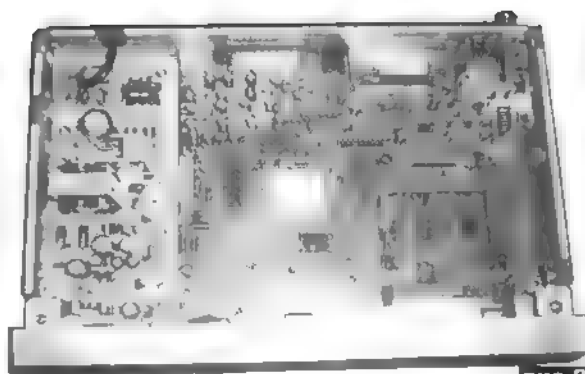

рис.3
1. **Визуальный осмотр (рис.3)** Необходимо проверить правильность крепления печатных плат, контактных соединений, отсутствие сколов, трещин и изгибов печатных плат. Необходимо убедиться в отсутствии внутри аппарата инородных предметов. После этого необходимо проверить качество пайки (отсутствие "холодных" паяк, коротких замыканий между печатными проводниками).